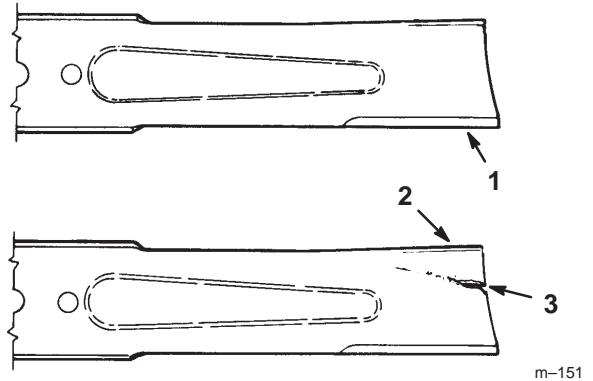

Figure 30
1. Inspectez les tranchants des lames (Fig. 30). Si les lames ne sont pas tranchantes ou si elles présentent des indentations, déposez-les et aiguisez-les (voir Aiguiseage des lames, page 32).
2. Inspectez les lames, surtout la partie incurvée (Fig. 30). Remplacez immédiatement toute lame endommagée, usée ou qui présente une entaille (repère 3 de la Fig. 30).